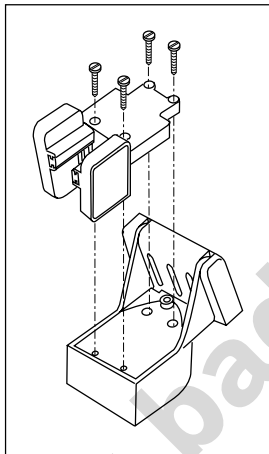

Рис.2-7
2. Излучатель M78930 “Sidelooker” укрепляется в том же самом держателе струбицины, что и стандартный транцевый излучатель. Подробности - на рис.2-7. Струбцина излучателя устанавливается так, как это было описано выше.